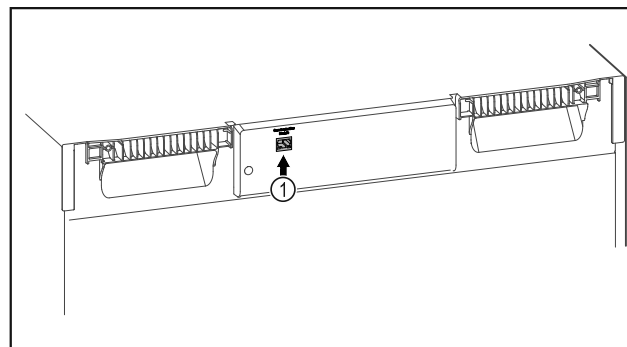

Fig. 108
- SmartModule Fig. 108 (1) är insatt.